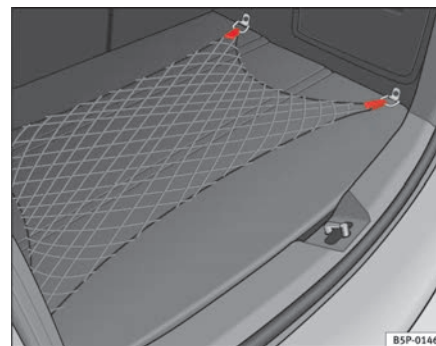

Fig. 107 Rete portaoggetti del vano bagagli
- Utilizzare gli anelli di ancoraggio che si trovano nelle parti laterali del vano bagagli, per fissare la rete portaoggetti ⇒ pag. 143, fig. 107.